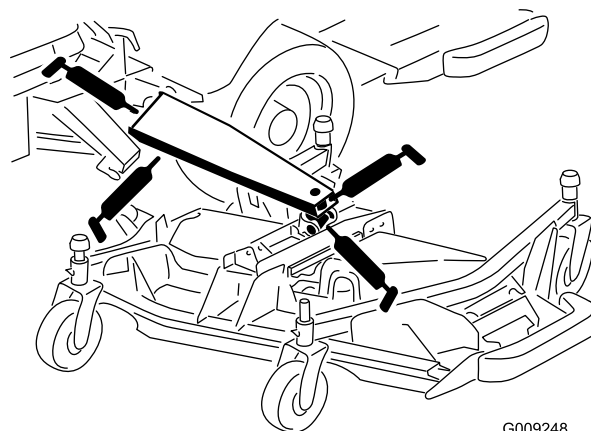

Рисунок 83
- Втулки главных подъемных рычагов (3 шт.) (Рисунок 83)
- Втулка подъемного цилиндра (1 шт.) (Рисунок 83).